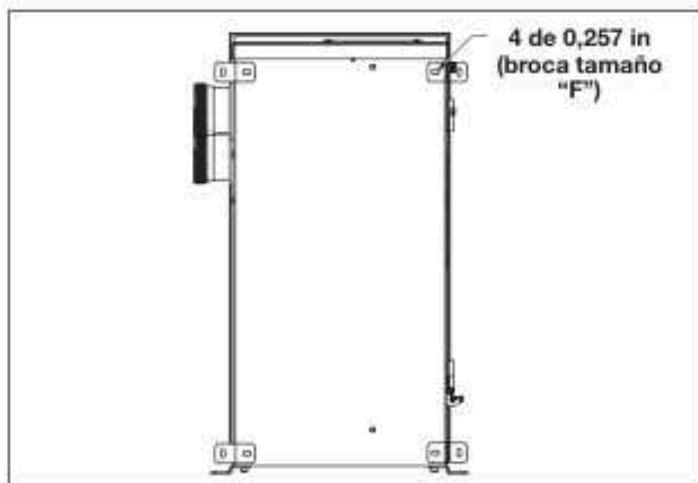

Figura 2. Patrón de orificio de montaje en pared
1. Perfore 4 orificios de 0,257 in (6,5 mm) (broca tamaño "F") en la parte posterior de la estructura, como se muestra en la Figura 2.